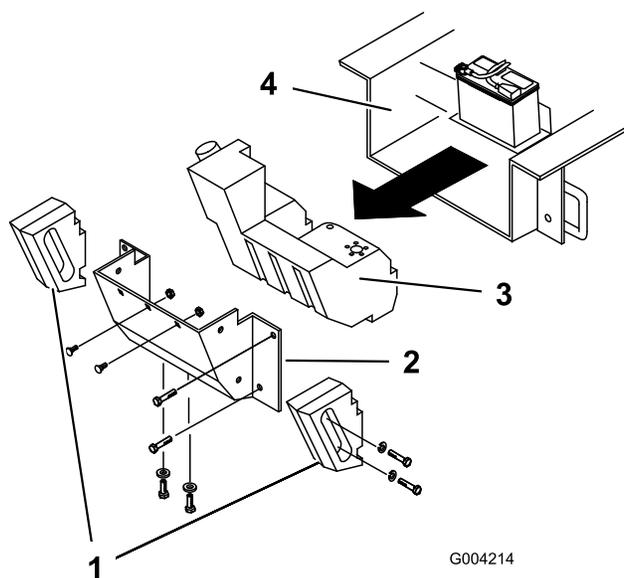

Рисунок 64
Регулярно открывайте капот и осматривайте пространство под двигателем, используя для этого фонарик. Если толщина загрязнений составляет от 2,5 до 5 см, выполните следующую процедуру (см. Рисунок 64 на протяжении всей процедуры):
5. Снимите болты, шайбы и стопорные шайбы, которые крепят два боковых груза; снимите грузы (Рисунок 64).
8. Удалите 6 гаек и болтов крепления задней панели; снимите панель (Рисунок 64).
10. Сдвиньте топливный бак назад (Рисунок 64).
17. Вставьте в шасси часть топливного бака (Рисунок 64).
23. Поставьте на место заднюю панель и закрепите ее шестью снятыми ранее болтами и гайками (Рисунок 64).
25. Установите боковые грузы и закрепите их снятыми ранее болтами, шайбами и стопорными шайбами (Рисунок 64).